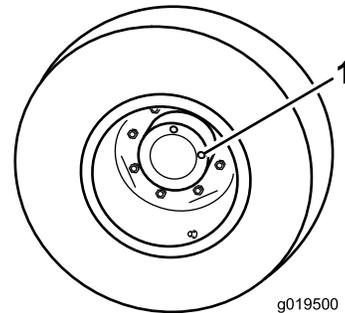

Рисунок 14
1. Поставив машину на ровную поверхность, расположите колесо так, чтобы одна контрольная пробка (Рисунок 14) находилась в положении «12 часов», а вторая в положении «3 часа».
2. Снимите пробку в положении «3 часа» (Рисунок 14). Уровень масла должен располагаться у низа отверстия контрольной пробки.